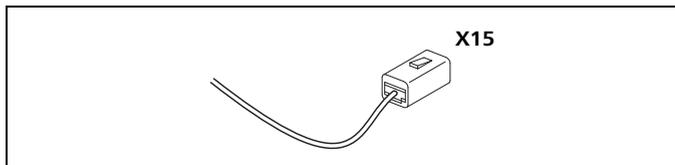

Рис. 49 Штекер для регулирования CO₂
- Для регулирования CO₂ используйте также штекер X15 (только в сервисных центрах Webasto), см. Рис. 49.